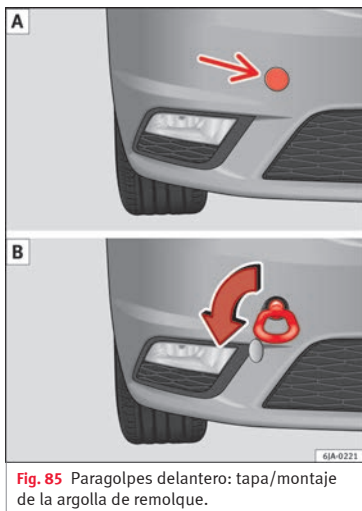

Fig. 85 Paragolpes delantero: tapa/montaje de la argolla de remolque.
- Haga presión en la zona izquierda de la tapa en el lugar de la flecha »» **fig. 85** **A**.
- Enroscar la argolla de remolque a mano girándola hacia la izquierda hasta el tope »» **fig. 85** **B**.